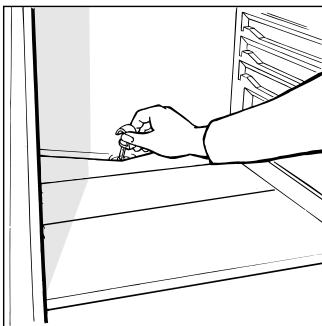

Abb. 2
- der Tauwasserablauf nicht verstopft ist (siehe Abb. 2).